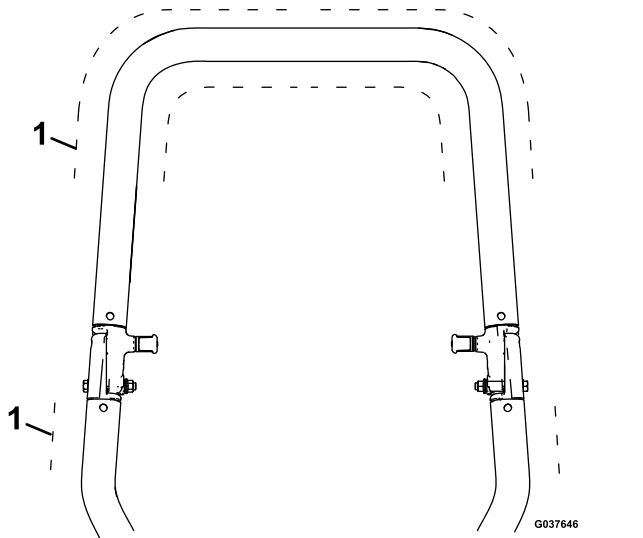

Figura 1
2. Fissate i 2 morsetti del tubo al roll bar nella posizione desiderata (Figura 1).